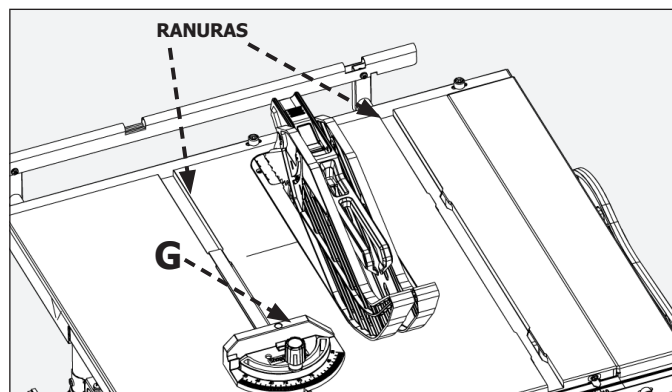
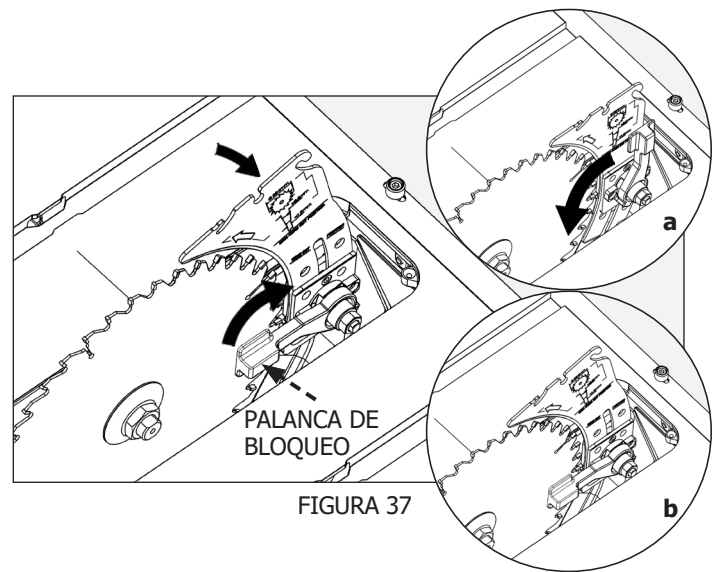

FIGURA 36
FIGURA 37
Existen dos ranuras de medidor de inglete, una en cada lado de la hoja, máximo 30° . Cuando realice un corte transversal de 90° , utilice cualquiera de las ranuras. Para un corte transversal biselado, utilice la ranura de la derecha de forma tal que la hoja quede inclinada alejada del medidor de inglete (G) y las manos (FIGURA 36).
Para ajustar el separador de una posición a otra (corte pasante/corte no pasante), levante la palanca de bloqueo del separador hacia la posición hacia arriba para desbloquear el separador (FIGURA 37). A continuación, mueva suavemente el separador hacia la derecha para desenganchar de las clavijas de bloqueo del conjunto de bloqueo del separador. Luego, deslice hacia arriba y adelante para un corte pasante y hacia abajo y atrás para un corte no pasante hasta que sienta que las clavijas de bloqueo quedan enganchadas en el separador (FIGURA 36). El separador está marcado con una posición de corte pasante y corte no pasante que se alinea con la superficie de la mesa cuando se encuentra en la posición correcta. Empuje la palanca de bloqueo del separador hacia abajo para bloquear el separador en su posición, tal como se muestra en la FIGURA 36a. El conjunto del separador deberá estar como se indica en la FIGURA 36b.
Apunte a la ubicación para la POSICIÓN PASANTE como se muestra en la FIGURA 37. (El cliente deberá ajustar el separador en esta posición cuando realice los cortes "PASANTES").